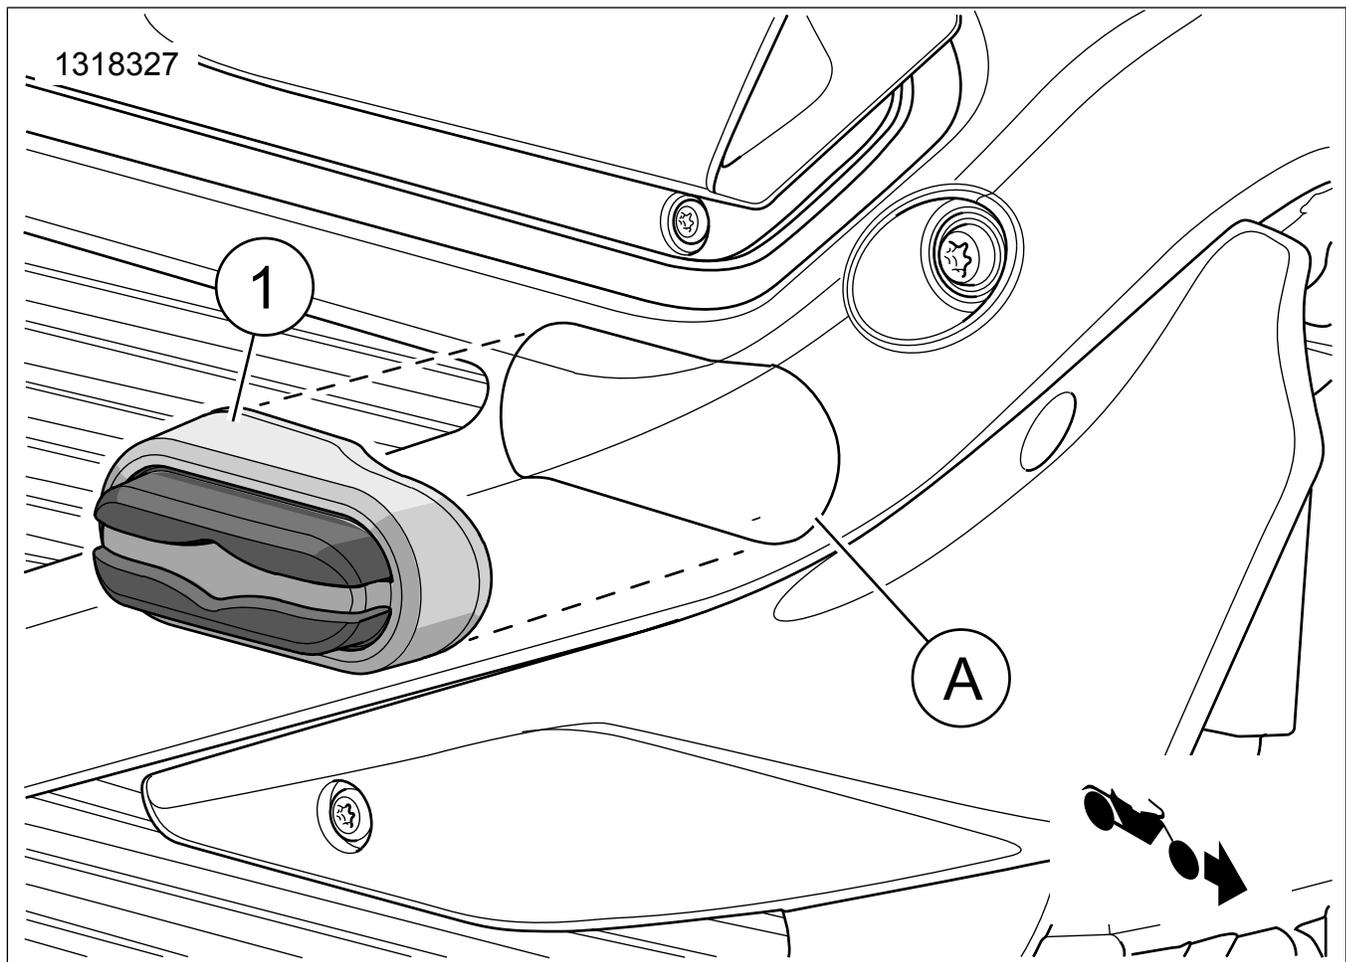

Figure 1. Contenu du kit : Composants du protecteur de cadre
3. Voir la figure 1. Avec un crayon à mine gras ou un crayon à cire, tracer le contour (A) du protecteur sur le cadre.